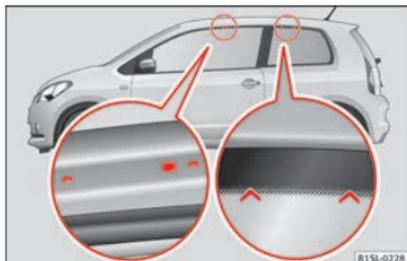

Abb. 74 Befestigungspunkte für Grundträger und Dachgepäckträger in 2-türigen Fahrzeugen.
2-türige Fahrzeuge: Die Bohrungen und Markierungen der Befestigungspunkte für die vorderen Grundträger befinden sich im unteren Bereich der Dachholme » **Abb. 74** (linke Lupe). Die Bohrungen und Markierungen sind
nur bei geöffneter Tür sichtbar. Die Markierungen der Befestigungspunkte für die hinteren Grundträger befinden sich im oberen Bereich der Fenster » **Abb. 74** (rechte Lupe).
- Die Grundträger nur an den in der Abbildung gezeigten Markierungen befestigen » **Abb. 74.**